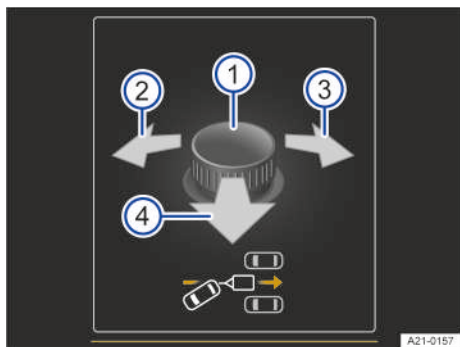

Fig. 185 En la pantalla del cuadro de instrumentos: accionar el mando giratorio en la puerta del conductor.
5. En caso necesario, corrija el ángulo con el mando giratorio → fig. 185 ①.